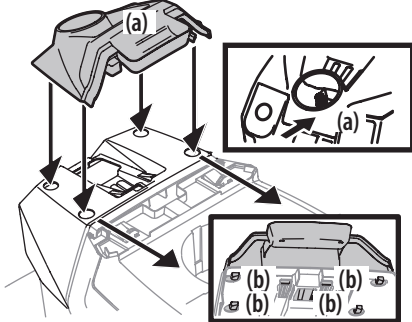

Figura 8
1. Para instalar la cubierta del tablero (a), alinee las lengüetas (b) de la cubierta del tablero (c) con los orificios de la parte superior del tablero como se muestra en la Figura 8.
2. Coloque las lengüetas (b) en los orificios de la parte superior del tablero y empuje hacia adelante (c) la cubierta del tablero (a) para trazarla en su lugar. Consulte la Figura 8.